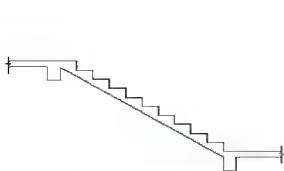

图 5.71 复制并修剪图形
(2) 将跨文件复制出的图形修剪成如图 5.71 所示的状态。
(3) 设置 【楼梯】 图层为当前图层。